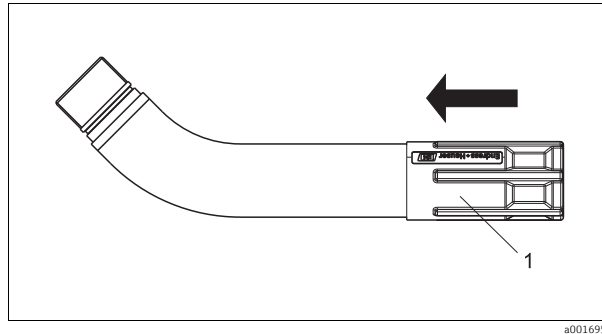
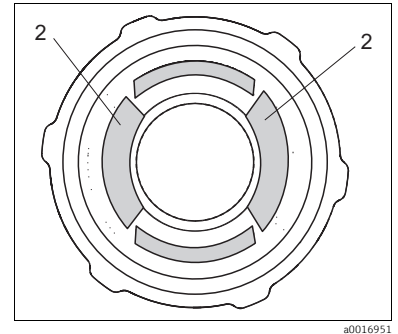

Fig. 10: Desmontaje del fijador de desenganche rápido
Fig. 11: Desmontaje del fijador de desenganche rápido
1. Mover la tuerca adaptadora en la dirección de la flecha hasta la posición de parada (→ Fig. 10). Esto empuja las pinzas de conexión hacia el centro (→ Fig. 11).